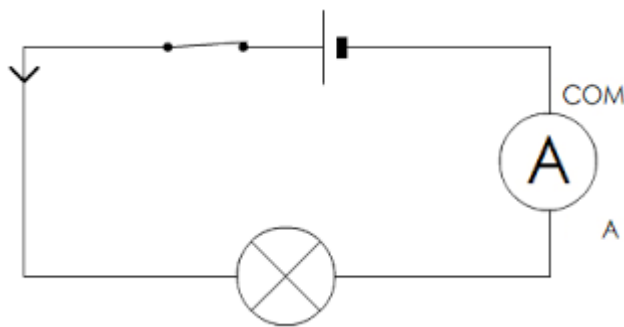

Figure 1
Sur la figure 1 ci-dessous un petit circuit électrique constitué d'une pile, d'un interrupteur, d'une lampe, d'un ampèremètre et de quatre fils de jonction. Le courant conventionnel va du pôle positif de la pile (grande barre mince) vers le pôle négatif de la pile (petite barre épaisse). Le courant entre par la borne A de l'ampèremètre (borne dite positive) et sort par la borne COM (dite borne négative). Dans cette situation la valeur affichée par l'ampèremètre est positive : Il s'agit de l'intensité I en ampères (A).